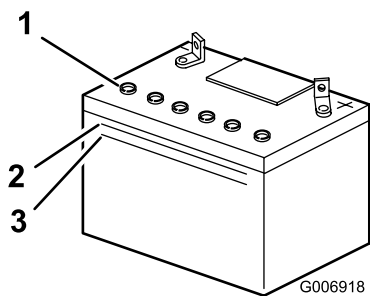

Figura 36
2. Mire hacia el lateral de la batería. El electrolito debe llegar a la línea superior (Figura 36).
Nota: No permita que el electrolito esté por debajo de la línea inferior (Figura 36).
2. Retire los tapones de llenado (Figura 36).
3. Vierta lentamente agua destilada en cada célula de la batería hasta que el nivel llegue a la parte inferior del tubo (Figura 36).